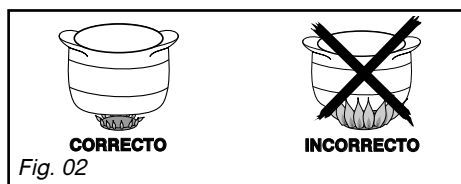

Fig. 02
– Ajuste a coroa das chamas de modo a que estas não excedam o contorno do recipiente (Fig. 02).